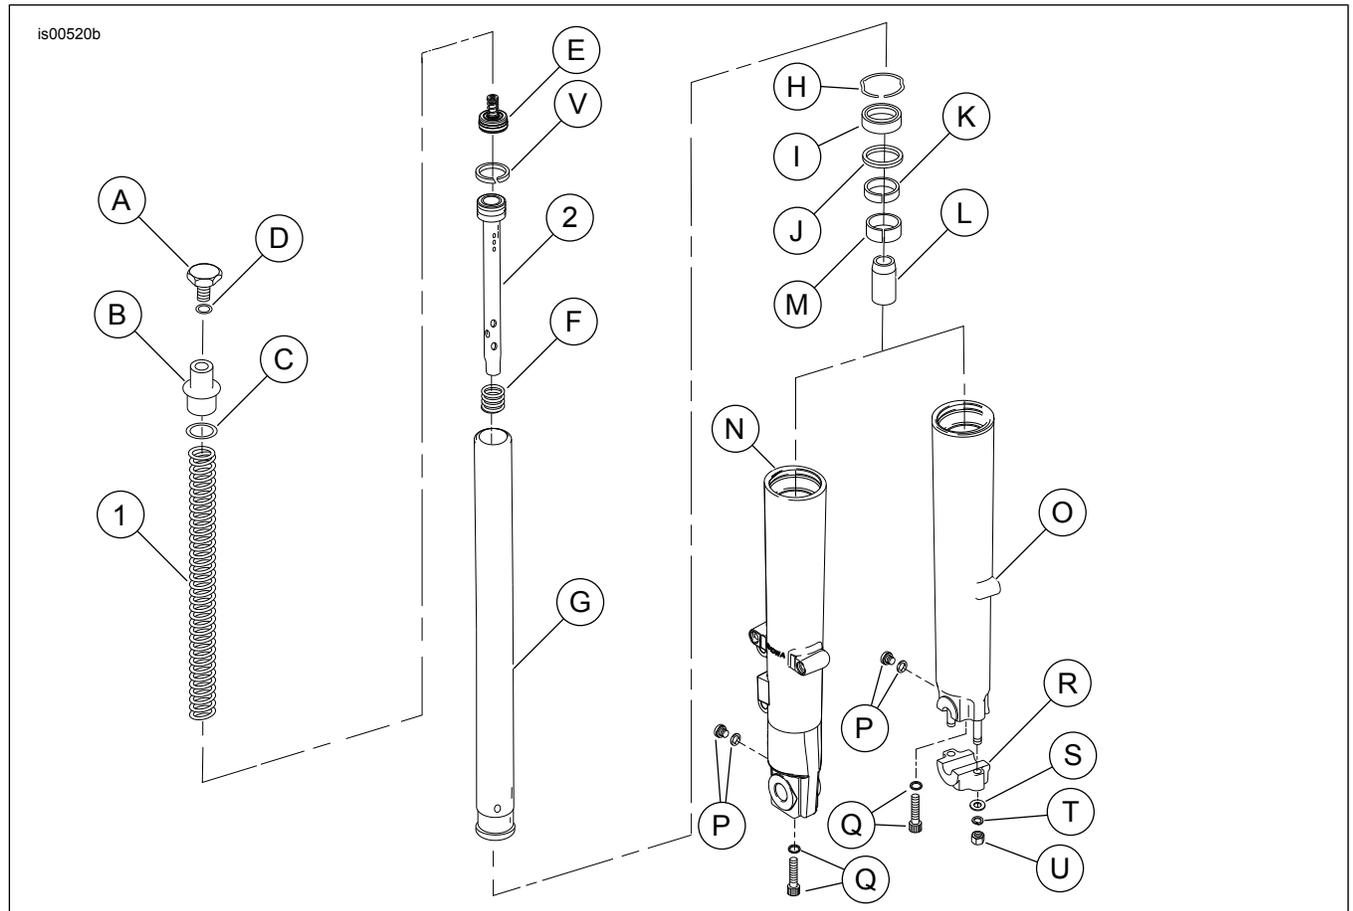

Figure 6. Pièces de rechange : Kit d'abaissement avant Touring
2. Voir le Figure 6. Retirer les écrous (U), les rondelles-frein (T), les rondelles plates (S) et le support d'axe (R) des goujons de l'extrémité du fourreau de fourche (O).
Voir Figure 6 pour les étapes 4 à 16.
Voir Figure 6 pour la procédure suivante.